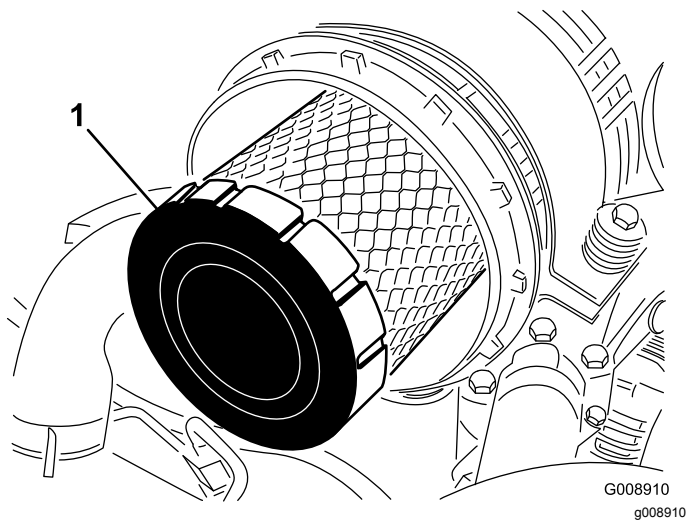

Рисунок 88
4. Снимите фильтр грубой очистки (Рисунок 88).